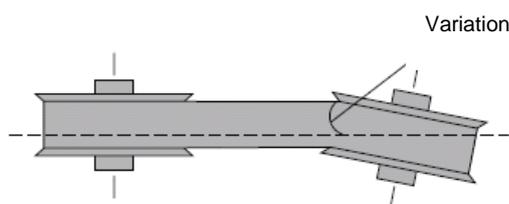
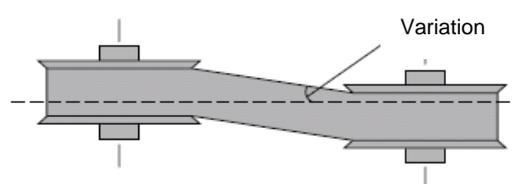

Abb. 10-8 Winkel-Fehlausrichtung
Abb. 10-9 Parallel-Fehlausrichtung
10.- Die Position des Motors ggf. ändern, um die Fehlausrichtung zu korrigieren (Abb. 10-8 und Abb. 10-9).
Generell liegt die Toleranz der Riemenscheiben-Ausrichtung bei Keilriemenantrieben unter 0,5 Grad bzw. 5 mm bei 500 mm Achsabstand (Abb. 10-8 und Abb. 10-9).